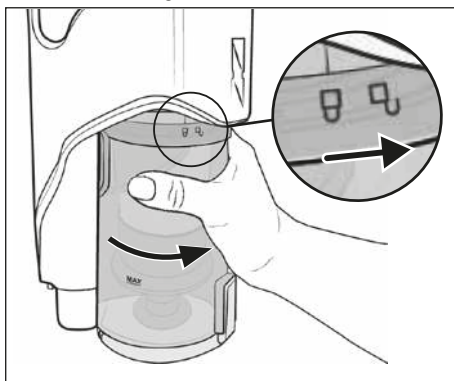

Fig. 23
- 8) Reinscrivere il contenitore della polvere **7** nell'apparecchio e ruotarlo in direzione del simbolo  (chiudere) fino ad innestarlo saldamente nell'apparecchio (vedere fig. 23).